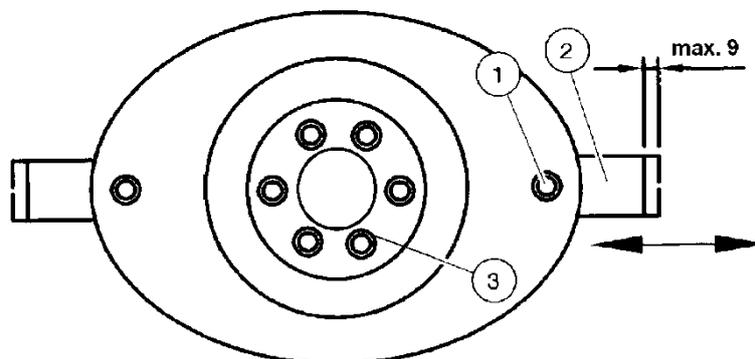

Abb. 17
- neues Messer (2) einhängen. Dieses darf sich nicht mehr wie insgesamt 9 mm raus- und reinschieben lassen (Abb. 17)